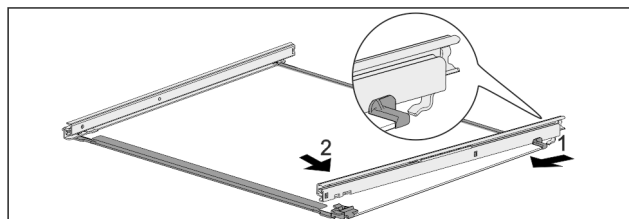

Fig. 192 Tablette en verre avec rails
- Accrocher le rail à l'arrière. Fig. 192 (1)
- Accrocher le rail à l'avant. Fig. 192 (2)